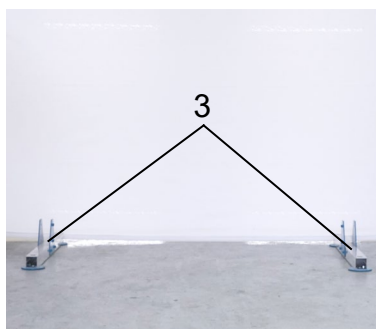

Abb. 2
- Beide Grundträger (3) in dem gewünschten Abstand aufstellen (Abb. 2).
- Beide Stützen (2) in die Grundträger (3) schieben und mit den Schrauben befestigen.